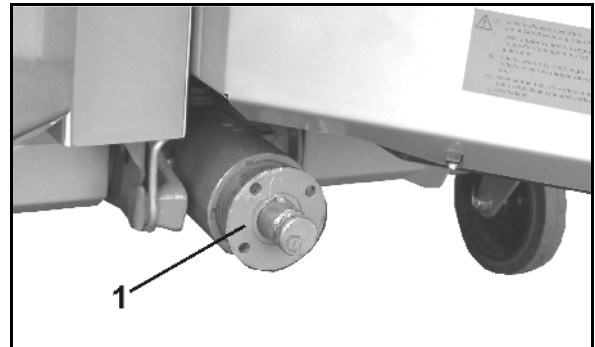

Bild 37
1. Dra av flänsbussningen (Bild 37/1) från växellådans ingående axel med hjälp av avdragaren.
4. Skruva ut stoppskruven (Bild 37/6).
Se till att passkil (Bild 37/5) täcks ordentligt!